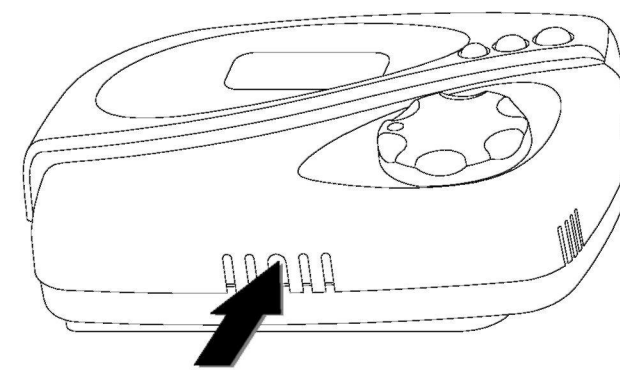
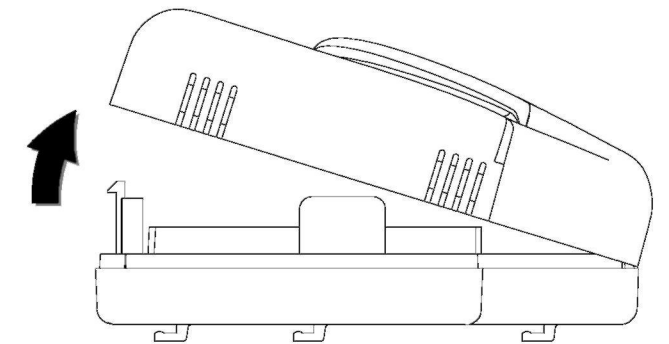

Рис.2 Паз для снятия пластмассовой крышки
Рис.3 Как снять пластмассовую крышку
1. Удалите пластмассовую крышку, отжав (например, отверткой) пластмассовую защелку, расположенную в нижней щели как показано на рис. 2, одновременно приподнимая крышку, как показано на рис. 3.